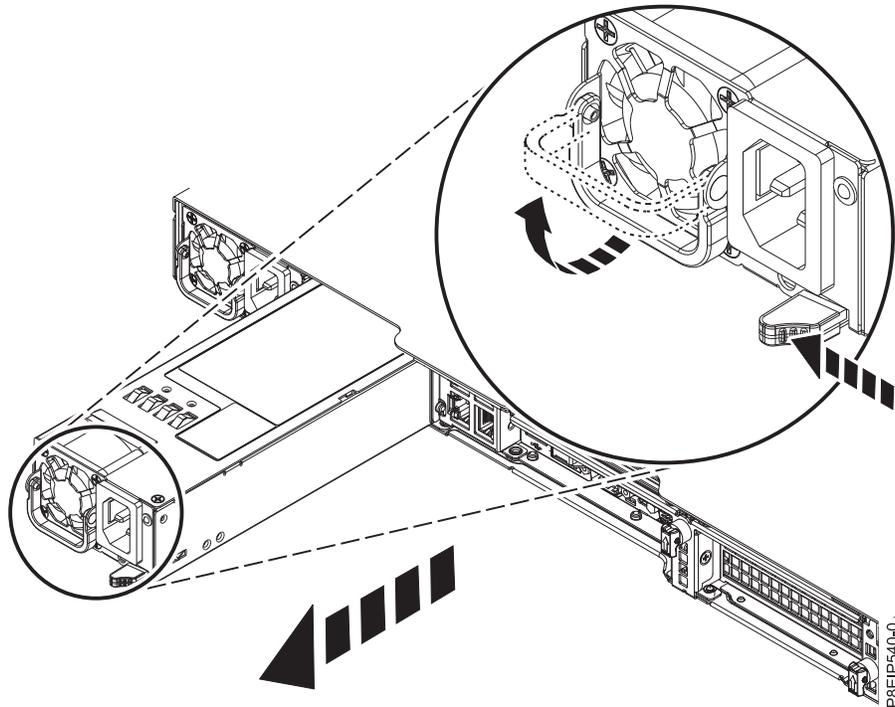

Figura 26. Extracción de una fuente de alimentación del sistema
- a. Para desencajar la fuente de alimentación de su posición en el sistema, presione la pestaña de sujeción hacia la izquierda, como se muestra en la Figura 26.